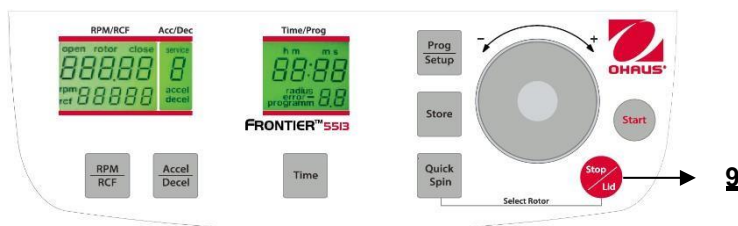

Figura. 25
Mediante il tasto **"Stop/Lid"** (9) (Vedere figura 25) è possibile interrompere il ciclo in ogni momento. Dopo aver premuto il tasto, la centrifuga decelererà all'intensità preselezionata fino a che non si arresta. Dopo l'arresto completo del rotore, premere il tasto "Stop/Lid" per aprire il coperchio.